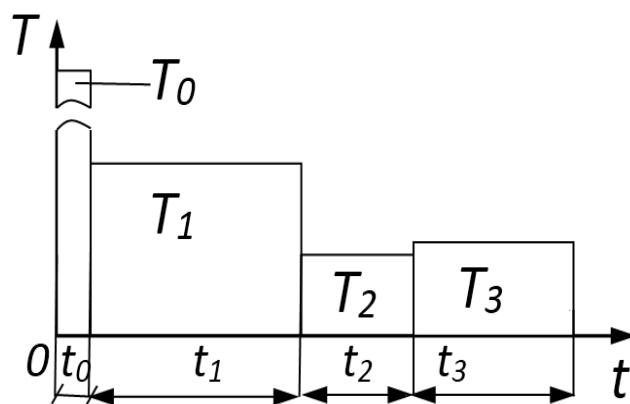

Рисунок 3 – Циклографма нагрузления колеса
**Задача 4.** Определить режим и рассчитать коэффициенты режима нагрузления для передачи с заданным ресурсом  $L = 4$  года, трехсменным режимом работы и коэффициентом годового использования  $K_{год} = 0,7$ . Задана циклографма нагрузления колеса, по которой определяют допускаемые напряжения (рисунок 3).